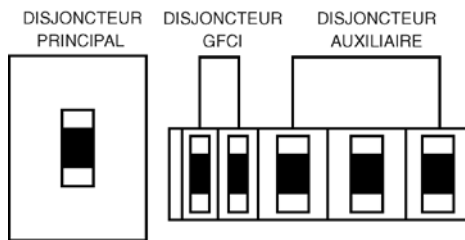

Figure 36. Disjoncteurs principal, auxiliaire et GFCI (OFF)
1. Placez les disjoncteurs **GFCI, principal ou auxiliaire** (Figure 36) en position **OFF** (désactiver) avant de démarrer le moteur.